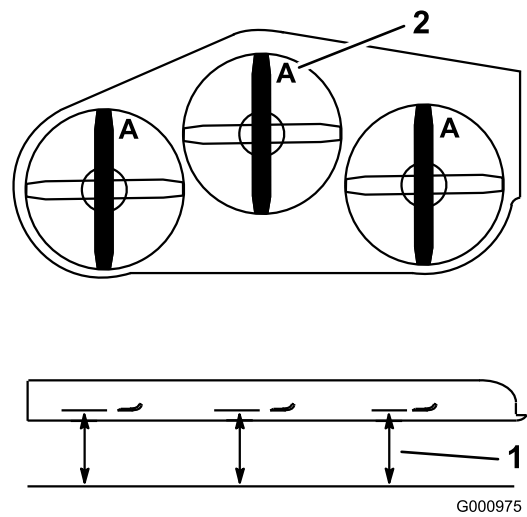

**Figura 101**
1. Inspeccione as extremidades de corte (Figura 101).
4. Se verificar quaisquer fissuras, desgaste, ou a formação de ranhuras nesta área instale imediatamente uma lâmina nova (Figura 101).